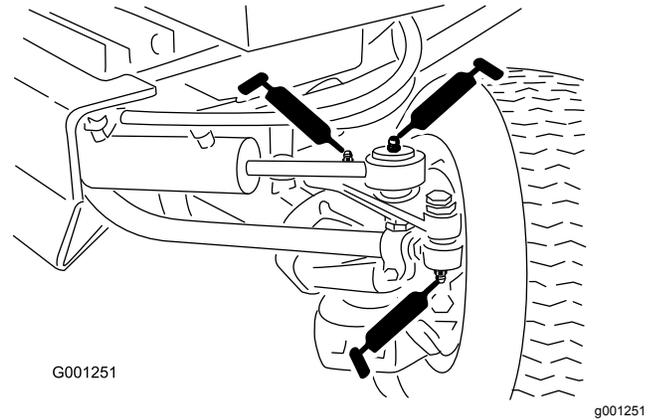

Рисунок 43
- Концы штока гидроцилиндра (2 шт.) (Рисунок 43)
- Шарниры поворотного кулака (2 шт.) (Рисунок 43)
- Ось поворотного шкворня моста (Рисунок 43)
- Концы тяг (2 шт.) (Рисунок 43)